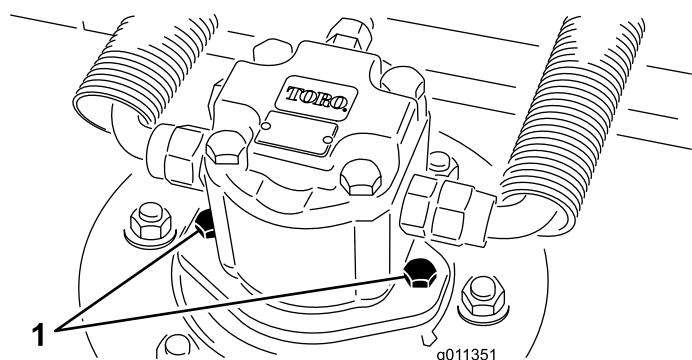

Figure 118
2. Débranchez et déposez le moteur hydraulique de l'unité de coupe (Figure 118). Couvrez le dessus de l'axe pour éviter toute contamination.
3. Posez le moteur hydraulique sur l'unité de coupe (Figure 118). Vérifiez que le joint torique est en place et en bon état.